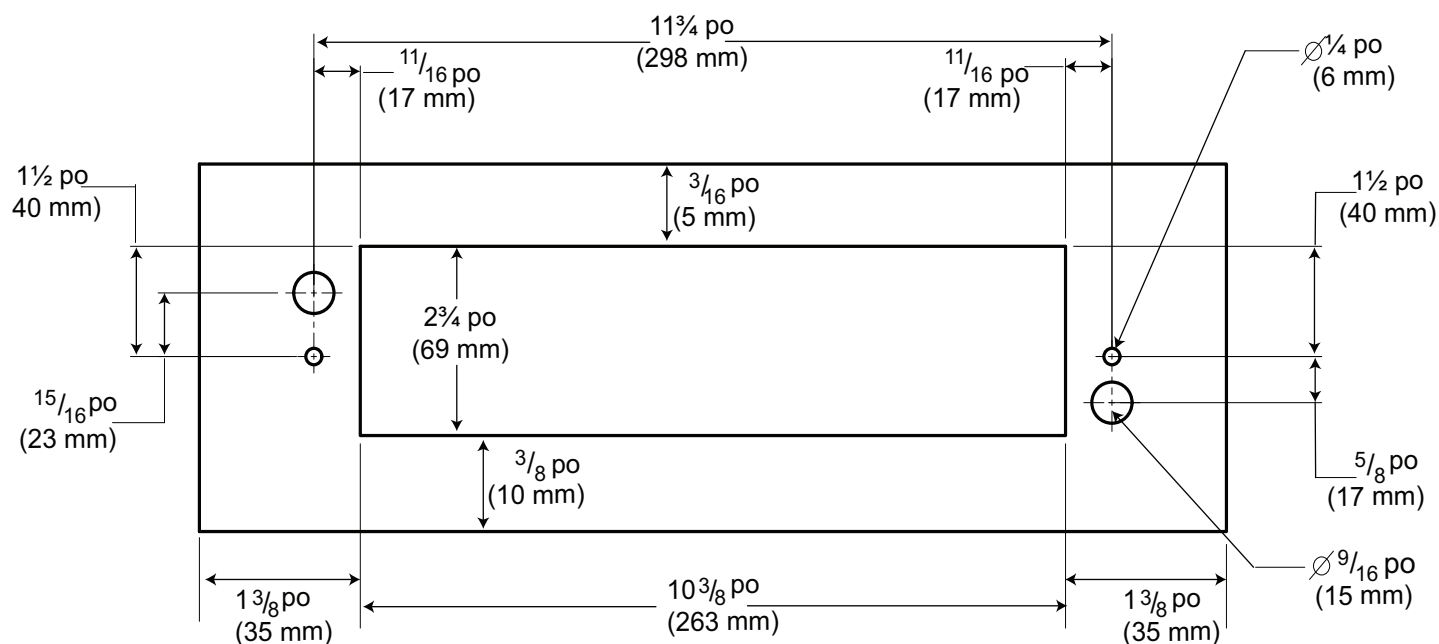

Figure 21 : Ouverture dans le mur, vue face au mur
3. Préparation du mur pour installation, comme illustré sur la Figure 21.